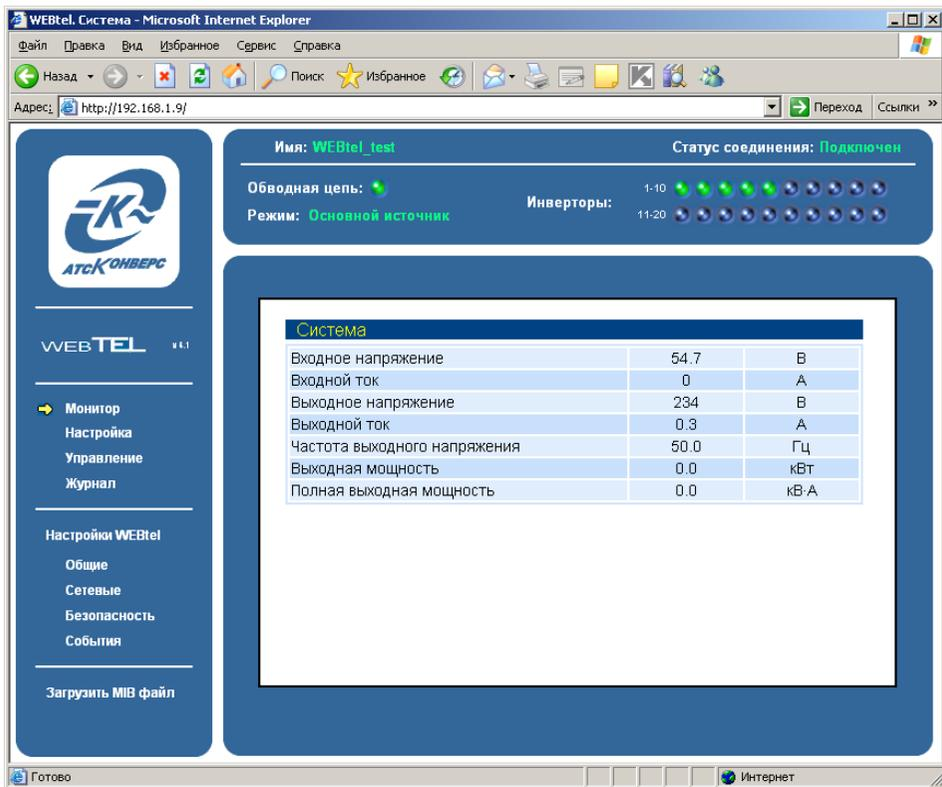

Рисунок 9 – Страница состояния системы
Для просмотра web-страниц адаптера необходимо запустить web-браузер (рекомендуется использовать Microsoft Internet Explorer 5.x и выше, поддержка Java-скриптов должна быть включена) и в строке для ввода адреса ввести IP-адрес адаптера, например «<http://192.168.1.233>». После ввода адреса адаптера автоматически отображается страница состояния контролируемой СПТ (рисунок 9).
7.1.1 Располагается в левой части окна web-браузера (рисунок 9) и служит для открытия соответствующих страниц адаптера.
7.2.1 Отображается в верхней части окна web-браузера (рисунок 9) и служит для контроля общего состояния СПТ. Информация в панели оперативного статуса обновляется автоматически каждые 10 секунд.
7.3.1 Данная страница (рисунок 9) выводится автоматически при подключении к web-серверу адаптера и обновляется каждые 10 секунд.